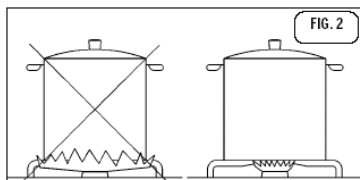

FIG. 2
- Use una cacerola del tamaño (con fondo plano único) para cada quemador (véase la siguiente tabla y fig. 2).